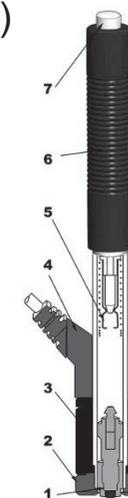

Fig.1.2
1.7 Dispositivo di impatto tipo D (Fig.1.2)